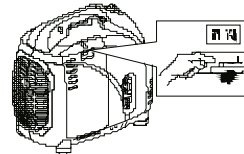

Рис. 17
- г)** Переведите рычаг заслонки в положение «CHOKE». Не нужно если двигатель теплый (Рис. 17).